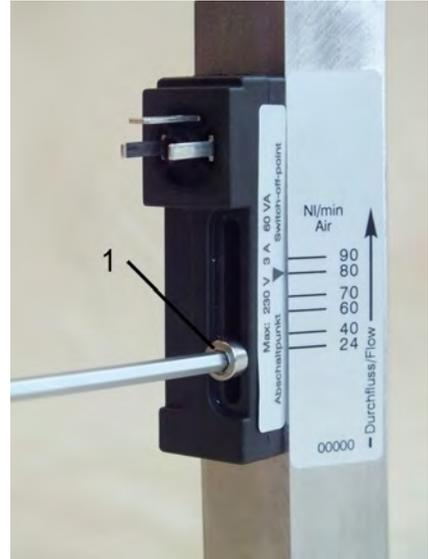

Abb. 32: Feststellschraube lösen
1. Die Feststellschraube des Schaltkontaktes ( Abb. 32/1) mit einem Sechskant-Schraubendreher lösen.
3. Feststellschraube des Schaltkontaktes ( Abb. 32/1) mit einem Sechskant-Schraubendreher wieder anziehen. Dabei Schrauben-Anziehdrehmoment beachten.